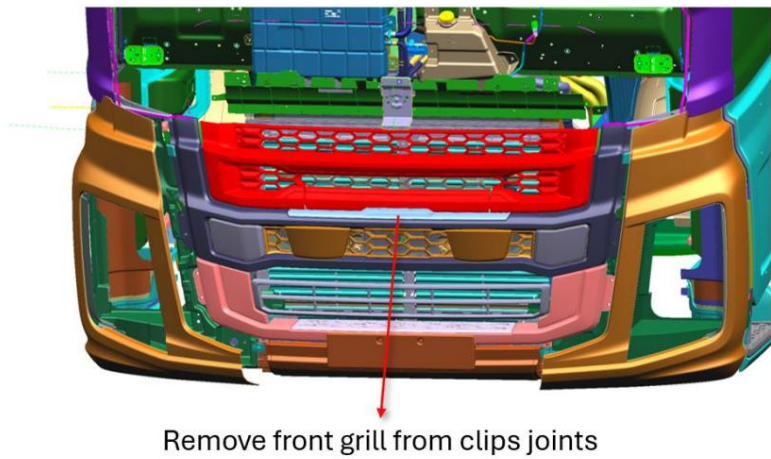
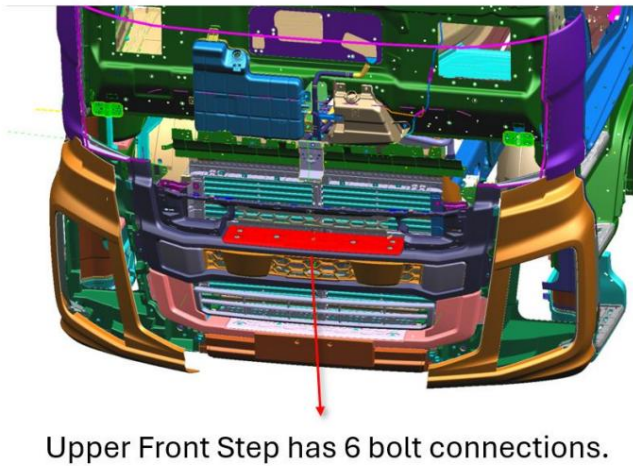

Figure 3 : Retrait de la calandre avant.
Figure 4 : Retrait de la marche supérieure.
8. Avant de retirer le marchepied avant, détachez la calandre avant des clips de fixation. (Figure 3) Desserrez les six boulons reliant la partie supérieure du marchepied JC46-17B975-A\*, située devant l'AGS, et retirez le marchepied supérieur et la calandre du véhicule (Figure 4).